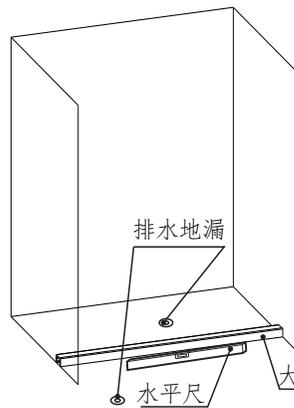

图1
1. 先在淋浴屏风或淋浴房所需安装位置内预留排水地漏，房外也应预留排水地漏，以便排出因意外溢出的水(如图1所示)。